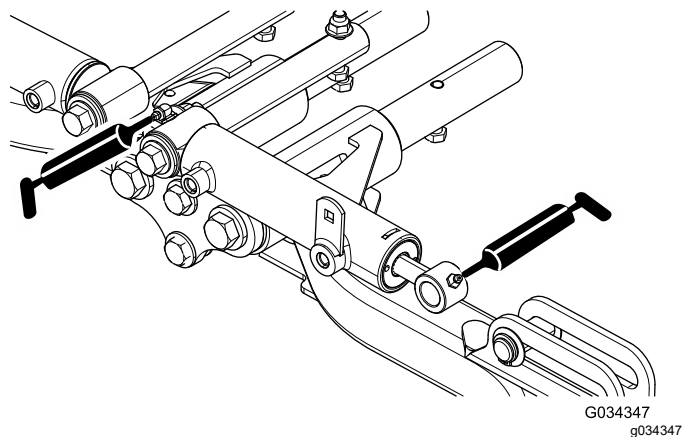

図 55
- 前昇降アームのピボットと昇降シリンダ 各3ヶ所 **図 55**を参照。